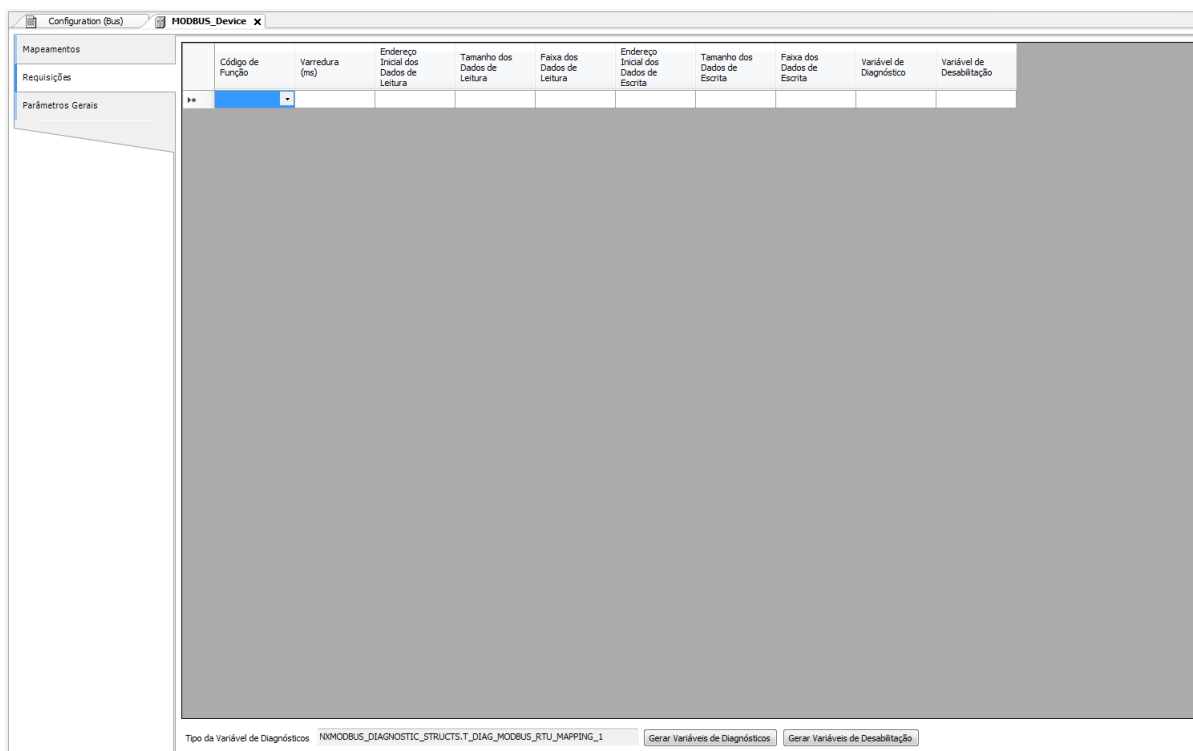

Figura 46: Tela de Requisições de dados MODBUS Mestre
- Adicionar e configurar as requisições MODBUS como apresentado na Figura 46, especificando a função, o tempo de varredura da requisição, o endereço inicial (leitura/escrita), o tamanho dos dados (Leitura/Escrita) e gerar as variáveis de diagnóstico e desabilitação das requisições através dos botões na parte inferior da janela.